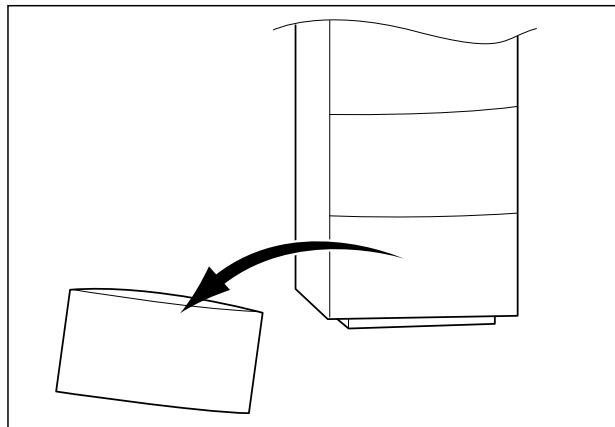

Fig . 4.1 Înlăturarea carcasei
- Înlăturați capacul inferior al carcasei, pentru a nu-l deteriora în timpul transportului (vezi Fig. 4.1).